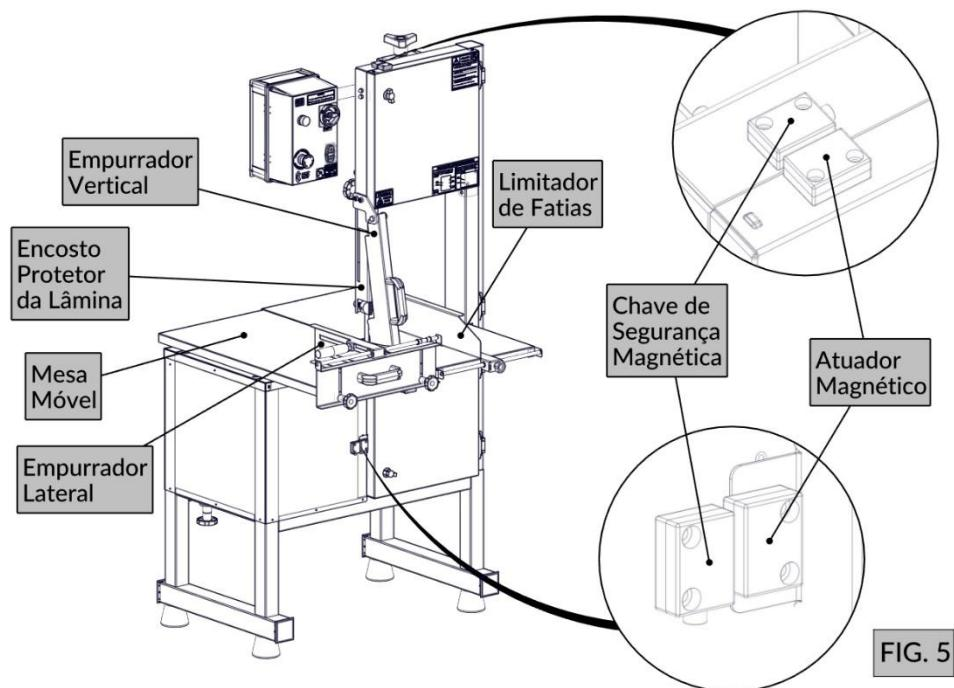

FIG. 5
- Encosto protetor da lâmina (FIG. 5): canaleta regulável e deslizante que envolve o perímetro da lâmina da serra na região do corte, liberando apenas a área mínima da fita serrilhada necessária para a operação.
- Empurrador vertical (FIG. 5): componente com movimento pendular em relação à lâmina, utilizado para guiar e empurrar a carne, além de impedir o acesso das mãos à área de corte.
- Limitador de fatias (FIG. 5): localizado na mesa fixa da serra, é uma guia regulável, paralela à lâmina, usada para limitar a espessura do corte da carne.
- Empurrador lateral: (FIG. 5): dispositivo manual para empurrar a carne lateralmente. Utilizado para corte de peças pequenas ou para finalização do corte da carne.
- Mesa móvel (FIG. 5): dispositivo manual utilizado para o apoio da carne e realização do movimento de corte
- Sensor magnético (FIG. 5): impede que a máquina seja ligada com a tampa aberta.